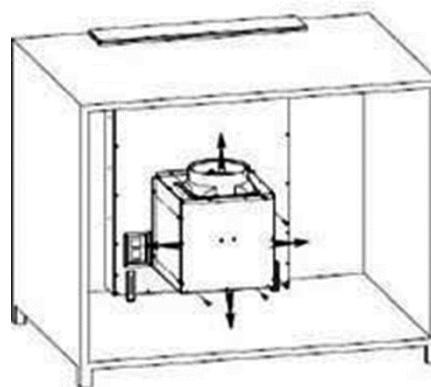

Imagen. 4
3. Fije la carcasa y la campana con 8 tornillos M10*10, la dirección del humo es arriba, abajo, izquierda, derecha, el usuario puede seleccionar en función del espacio en el armario (Véase imagen. 4)